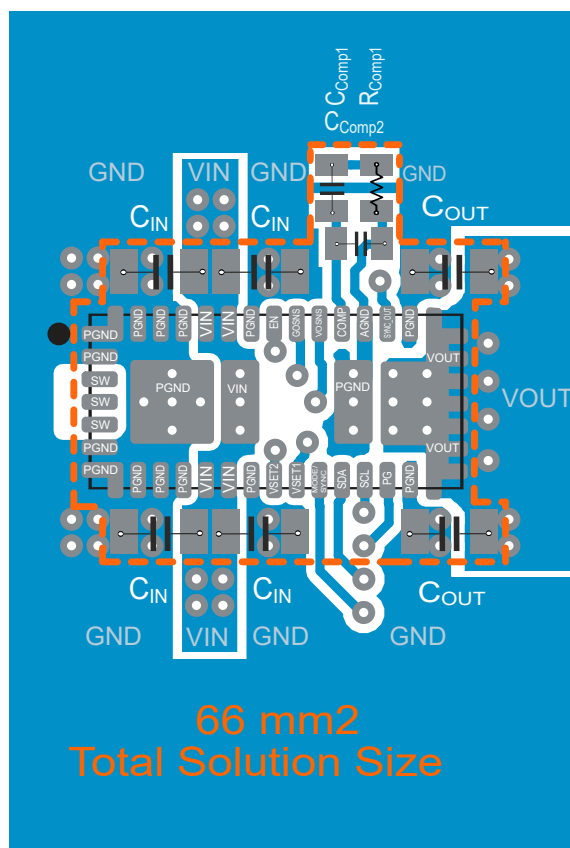

図 9-47. レイアウト例
- 部品の配置、配線、熱設計の例については、図 9-47 を参照してください。